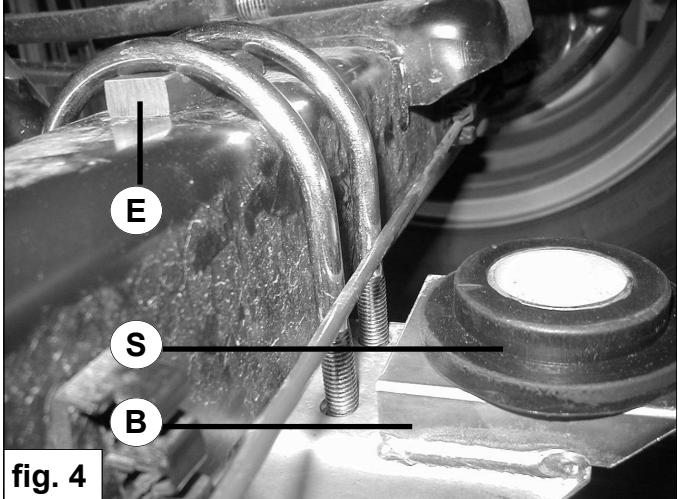

fig. 4
4. Monteer de onderbeugel **B** onder de as. Let op dat deze recht onder de bovenbeugel wordt gemonteerd. Het kan noodzakelijk zijn om hiervoor de onderste schokdemperbout te moeten omdraaien. Plaats bij een vierkante as de vul blokjes **E** onder de U-bouten op de as. Zet de U-bouten vast met **25 NM**. Zie fig. 4.
5. Plaats de rubbers **S** met de grote diameter op de onderbeugel **B**. Zie fig. 4.
4. Fit the lower bracket **B** to the axle. Take care that it is mounted straight under the upper bracket. It could be necessary to turn the lower shock absorber bolt. Put in case of a square axel the strips **E** under the U-bolts on top of the axel. Tighten the U-bolts with **25 NM**. See fig. 4.
5. Fit the rubbers **S** with the large diameter to the Lower bracket **B**. See fig. 4.
4. Montieren Sie den untere Bügel **B** zu dem Hinternachse. Achten Sie darauf dass den Bügel gerade unter den obere Bügel montiert wird. Wann Notwendig sollen Sie die Untere Stoßdämpferbolzen drehen müssen. Bei einer vierseitige Achse sollen Sie die Streifen **E** unter die U-Bolzen oben die Achse montieren. Drehen Sie die Muttern fest mit **25 NM**. Siehe Fig. 4.
5. Montieren Sie die Gummis **S** mit dem großem Durchmesser zu dem untere Bügel **B**. Siehe fig. 4.
4. Montez la coupelle inférieure **B** sous l'essieu. Assurez-vous que celle-ci soit montée verticalement sous l'attache supérieure. Pour ce faire, il se peut que vous deviez retourner le boulon de l'amortisseur inférieur. Dans le cas d'un essieu carré, placez les entretoises **E** sous les boutons en U sur l'essieu. Serrez les boulons en U avec une force de **25NM**. Voir fig. 4.
5. Placez les caoutchouc **S** avec le plus grand diamètre sur la patte inférieure **B**. Voir fig. 4.
4. Montera det nedre fästet **B** under axeln. Kontrollera så att det är monterat rakt under det övre fästet. Det kan bli nödvändigt att vrinda den nedre stötdämparbulten. Om du har en fyrkantig axel så sätt remsan **E** under U-bulten ovanpå axeln. Drag åt U-bulten med **25NM**. Se fig. 4.
5. Montera gummi skivorna **S** med den största diamentern på det nedre fästet **B**. Se fig. 4.
4. Monte la abrazadera inferior **B** debajo del eje. Procure que sea montada precisamente debajo de la abrazadera superior. Para realizarlo, quizás sea necesario dar la vuelta al perno inferior del amortiguador. En caso de ejes cuadrados, coloque los bloques de relleno **E** debajo de los pernos en forma de U del eje. Apriete los pernos en forma de U a **25NM**. Véase fig. 4.
5. Coloque las arandelas **S** de mayor diámetro sobre el soporte inferior **B**. Véase fig. 4.